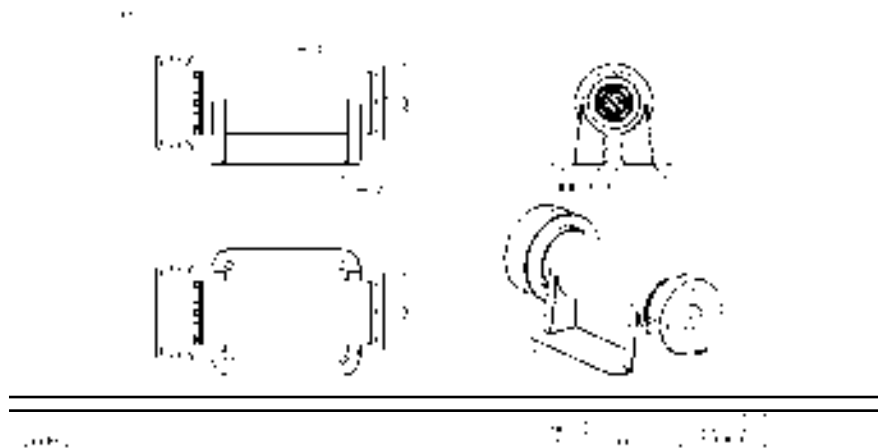

图 9.1.8 使用模板快速生成工程图
Step3. 系统弹出“新建绘图”对话框，单击 **默认模型** 区域中的 **浏览...** 按钮，选取 `asm_milling_base.asm` 为绘图模型；在 **指定模板** 区域中选中 使用模板 单选项，单击 **模板** 区域中的 **浏览...** 按钮，选取前面我们定制好的 `ch9_a2_template.drw` 模板，单击该对话框中的 **确定** 按钮。系统自动生成图 9.1.8 所示装配体 `asm_milling_base_asm.drw` 的工程图。